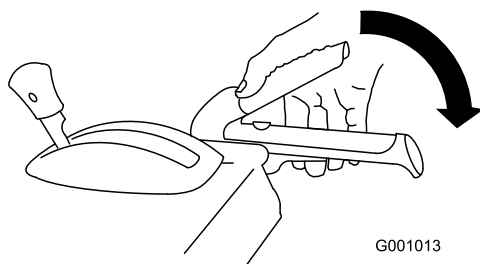

Рисунок 36
1. Для включения привода шнека/крыльчатки прижмите правый рычаг (шнека/крыльчатки) к рукоятке (Рисунок 36).